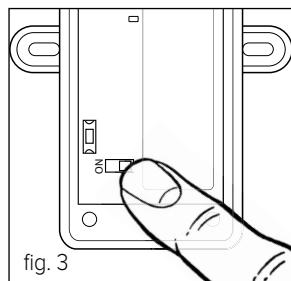

fig. 3
- Impostare il microinterruttore sulla scheda della sonda esterna in posizione ON (fig. 3).